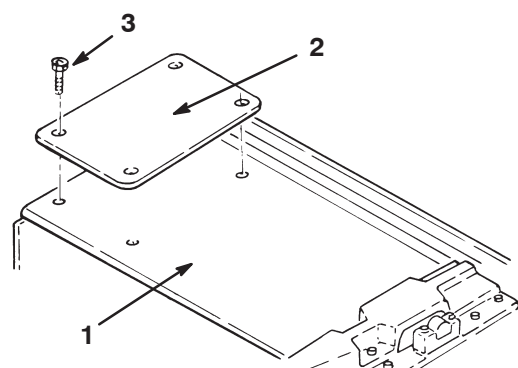

Figure 2
3. Sur les plateaux de coupe N° 2 et 3, retirez les 4 vis de couvercle situées à l'extérieur du carter d'entraînement du plateau de coupe et mettez-les au rebut. Montez une plaque de basculement sur le plateau de coupe avant gauche (N° 2) et le plateau de coupe avant droit (N° 3) au moyen des vis à tête creuse plate et des contre-écrous fournis avec les plaques de basculement (Fig. 2).
5. Sur les plateaux de coupe N° 4 et 5, retirez les 4 vis de couvercle situées à l'extérieur du carter d'entraînement du plateau de coupe et mettez-les au rebut. Des supports de basculement seront montés à leur place après l'installation des plateaux de coupe N° 4 et 5 sur les bras de levage (Fig. 2).